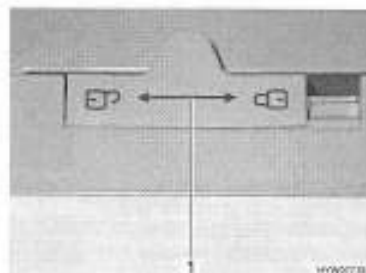

Fig. 165 Dispositif de verrouillage de la porte du réfrigérateur (Dometic Série 7)
- Pousser le dispositif de verrouillage (Fig. 165,1) vers la gauche .
- Pousser le dispositif de verrouillage (Fig. 165,1) complètement vers la droite .